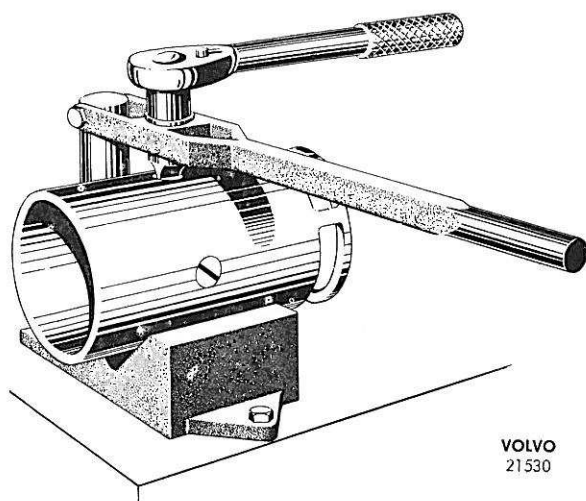

Figure 13. Démontage de l'enroulement d'excitation
1. Si la dynamo n'a pas été désassemblée, effectuer les opérations décrites au titre "Démontage de la dynamo". Poser la carcasse de la dynamo dans un support en V comme le montre la figure 13. Appuyer sur la carcasse tout en tournant le tournevis. En général, les vis sont assez bien serrées. Choisir donc un tournevis ayant les mêmes dimensions que la rainure des vis et qui s'engage dans ces rainures.